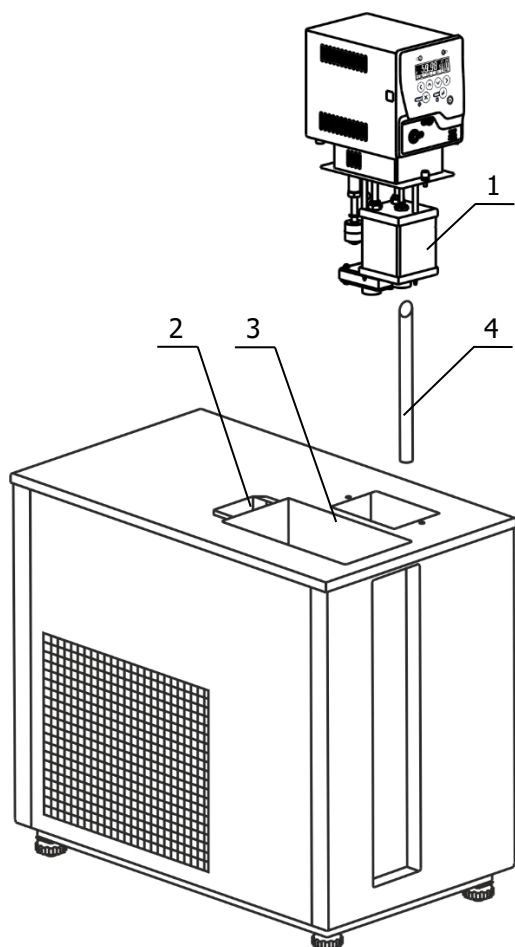
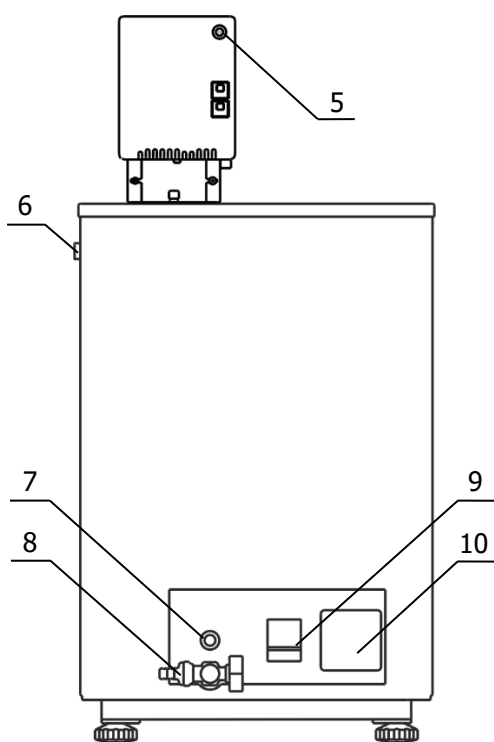

Рисунок 4 — Установка блока регулирования температуры
Рисунок 5 — Задняя панель термостата
2.2.3 Вставить выходную трубку 4 (рисунок 4) в переходное отверстие на дне основной ванны косым срезом вверх, как показано на рисунке 4.
2.2.5 К переливному штуцеру 7 (рисунок 5) присоединить гибкий шланг, второй конец которого опустить в емкость для сбора излишков теплоносителя объемом 1.5–2 литра.
2.2.6 Заполнить ванну термостата теплоносителем через отверстие над рабочей ванной 3 (рисунок 4) до момента начала слива теплоносителя из переливного штуцера 7 (рисунок 5). Температурный диапазон применения теплоносителя должен соответствовать значениям, указанным в 1.2.6.
2.2.8 Вставить вилку сетевого кабеля блока регулирования в розетку 10 (рисунок 5). Соединить кабелем из комплекта поставки блок регулирования (разъем 5) и холодильную машину (разъем 6). Сетевой кабель термостата подключить к питающей сети. Для этого в лабораторном помещении должна быть установлена электрическая розетка из комплекта поставки термостата.
2.2.10 При первом запуске термостата необходимо включить блок регулирования в режиме прокачки в соответствии с документом ТКЛШ 3.222.009-53 РЭ «Блоки регулирования температуры погружные циркуляционные М53 серии МАСТЕР». При работе циркуляционного насоса уровень теплоносителя в рабочей ванне поднимается, и теплоноситель начинает равномерно переливаться в основную ванну. При этом уровень теплоносителя в основной ванне падает, что может привести к срабатыванию защиты от недостаточного уровня теплоносителя. Доливать теплоноситель следует до момента начала слива из переливного штуцера 7 (рисунок 5).
2.2.11 Причина отсутствия перелива — неправильная работа насоса, вызванная воздушной пробкой, образовавшейся в резервуаре 1 (рисунок 4). Для ее устранения необходимо:
2.2.12 Для обеспечения видимости шкалы погруженных в цилиндры ареометров вставить светильник из комплекта поставки в отверстие 2 (рисунок 4).
2.4.2 Присоединить сливной шланг из комплекта поставки к сливному крану 8 (рисунок 5) и закрепить его хомутом. Свободный конец шланга опустить в емкость для сбора теплоносителя объемом, превышающим объем термостата.